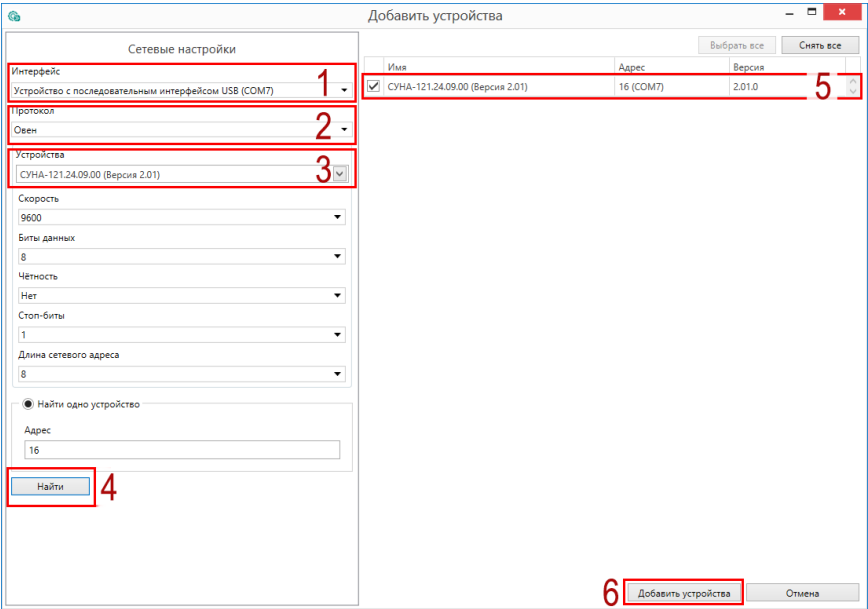

Рисунок 11.1 – Настройки связи с устройством
- 6. Выбрать интерфейс «Устройство с последовательным интерфейсом USB» (см. рисунок 11.1, 1). Номер COM порта, присвоенный прибору можно узнать в Диспетчере устройств Windows.
- 7. Выбрать протокол **ОВЕН** (см. рисунок 11.1, 2).
- 8. Выбрать устройство (Пункт 3 на рисунок 11.1). Модификация прибора указана на боковой стороне прибора.
- 9. Выбрать «Найти одно устройство», если добавляется один прибор. Запустить поиск нажатием на кнопку «Найти» (см. рисунок 11.1, 4).
- 10. Выделить найденное устройство (см. рисунок 11.1, 5).
- 11. Добавить устройство в проект Конфигуратора по нажатию кнопки «Добавить устройства» (см. рисунок 11.1, 6).
1. Нажать на кнопку  **Обновить устройство** в контекстном меню выбранного устройства или в главном меню. Откроется диалоговое окно для смены встроенного ПО устройства. Допускается обновление одного или нескольких устройств. Устройства следует выделить в области устройств (см. рисунок 11.1, 5) и выбрать **Обновить устройство** в контекстном меню или главном меню.